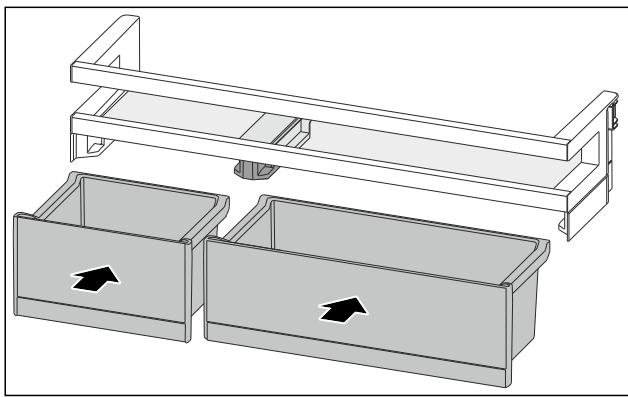

Fig. 84
- ▶ 排列互换后装入 VarioBox。(参见 Fig. 84)